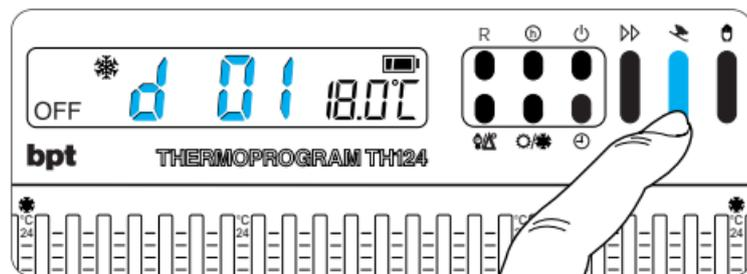

Fig. 43
13.5 - Premere due volte il pulsante 🖐 (fig. 43).